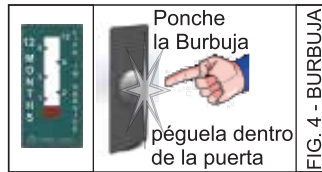

FIG. 4 - BURBUJA
5.- Coloque la nueva **etiqueta monitor** proporcionada con su filtro y asegúrese de ponchar la burbuja para que el químico comience a actuar (FIG. 4). Escriba en lugar visible sobre el filtro, con plumón la fecha de cambio del mismo, para poder verificar con la etiqueta el tiempo de vida a simple vista. Un color ira indicando en la franja de tiempo la antigüedad del filtro generando así un medio de control que garantiza un filtro funcional.